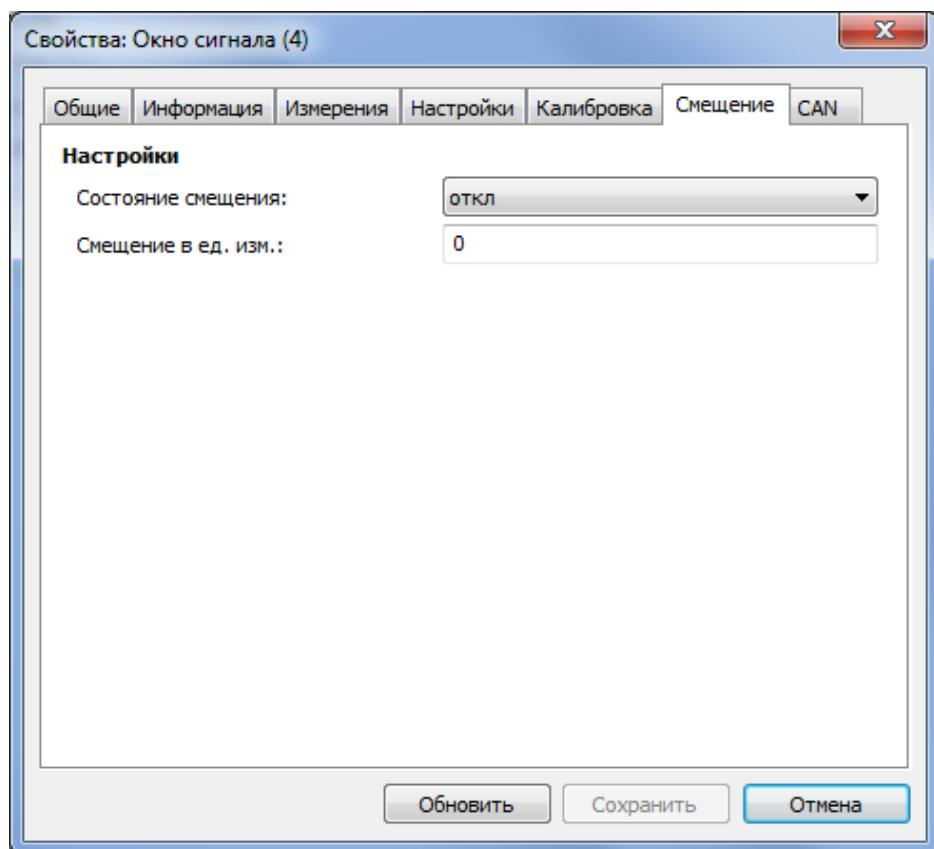

Рис. 4.8 Вкладка «Смещение»
- 2.2.3.2. В окне «Свойства» канала «Окно сигнала» выбрать вкладку «Смещение» (Рис. 4.8), перевести параметр «Состояние смещения» в положение «откл» и применить, нажав кнопку «Сохранить».
На Рис. 4.8 приведен пример вкладки «Смещение».